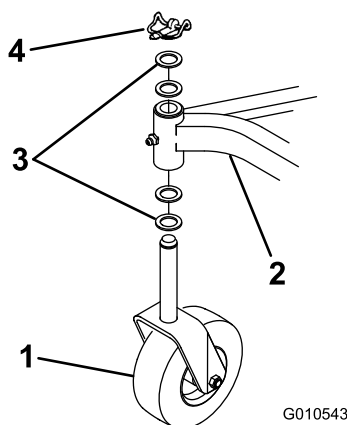

Figure 5
2. Retirez la goupille à anneau et les 2 rondelles de butée situées sur chaque ensemble roue pivotante pour l'expédition. Laissez 2 rondelles de butée sur chaque arbre, insérez les arbres dans le tube de montage du bâti, et installez les rondelles de butée et la goupille à anneau (Figure 5).